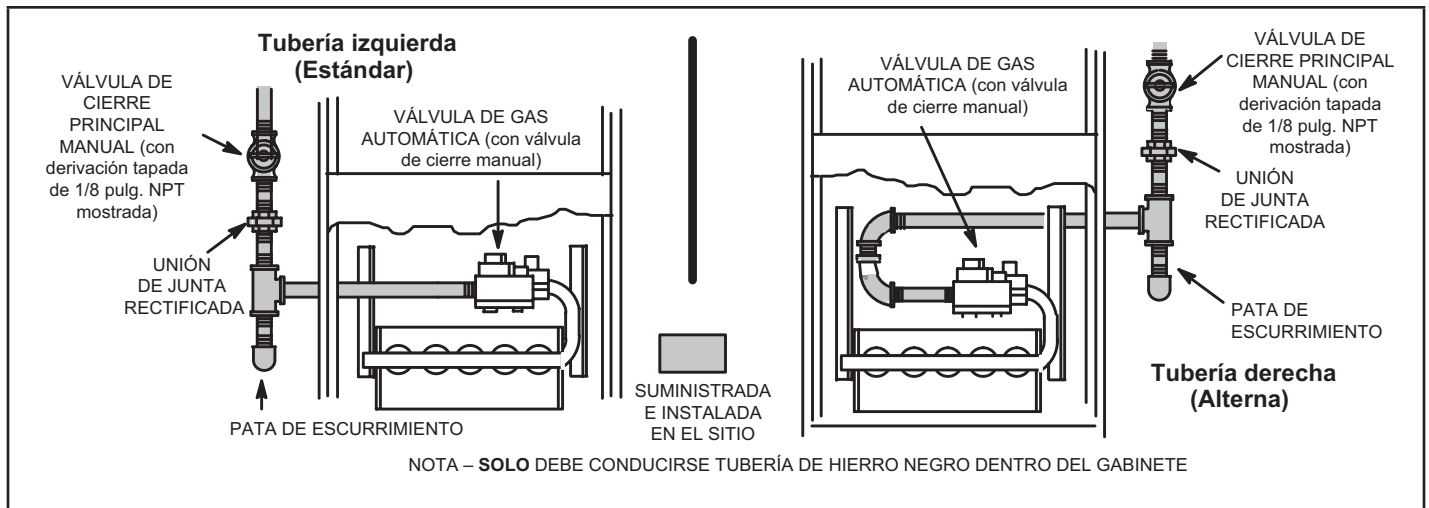

FIGURA 50
- 1 - La tubería de gas se puede conducir a la unidad desde el lado izquierdo o lado derecho. La tubería de suministro entra a la válvula de gas desde el costado de la válvula como se muestra en la "FIGURA 50". La torsión máxima es de 800 pulg-libras y la torsión mínima es de 350 pulg-libras cuando se conecte la tubería de gas a la válvula de gas.
- 3 - La tubería de gas no debe tenderse a través de los conductos de aire, canaletas de ropa, chimeneas o ventilación de gas, montaplatos o el hueco del ascensor. Centre la línea de gas en el centro del agujero para tuberías. La línea de gas no debería tocar el costado de la unidad. Ver "FIGURA 50".